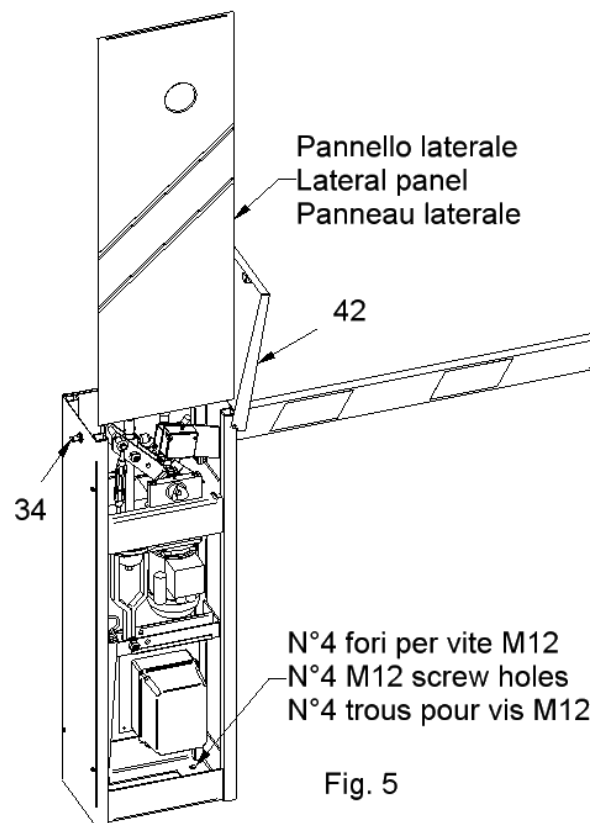

Fig. 5
2) **I** Appoggiare l'armadio sulla piazzola e fissarlo con 4 tasselli metallici o chimici utilizzando i 4 fori presenti sul fondo dell'armadio barra (se si dispone della base a murare bloccare l'armadio sulla base con i dadi in dotazione). Attenzione per accedere al fondo dell'armadio barra bisogna aprire il coperchio nero (pos.42) sbloccando la serratura (pos.34) e sfilare verso l'alto il pannello laterale in alluminio sul lato opposto a quello d'uscita dell'albero portante l'asta (fig. 5).
GB Support the closet on the platform and stare it with 4 metallic or chemical wedges using the 4 present holes on the bottom of the closet barrier (if there is the foundation plate fix the barrier on the base with the equipped dices). Warning: to access to the bottom of the barrier You have to open the black cover (pos.42) releasing the lock (pos.34) and unthread upward the side panel in aluminum on the opposite side to the exit one of the carrying tree the auction (fig. 5).
F Appuyer l'armoire sur la place et le fixer avec 4 tasseaux métalliques ou chimiques en utilisant les 4 trous présents sur le fond de l'armoire barriere (si on dispose de la plaque de scellement bloquer l'armoire sur la base avec les dés en dotation). Attention pour accéder au fond de l'armoire barriere il faut ouvrir le couvercle noir (pos.42) en débloquant la serrure (pos.34) et ôter vers le haut le panneau latéral en aluminium sur le côté opposé à celui de sortie de l'arbre portant la lisse (fig. 5).